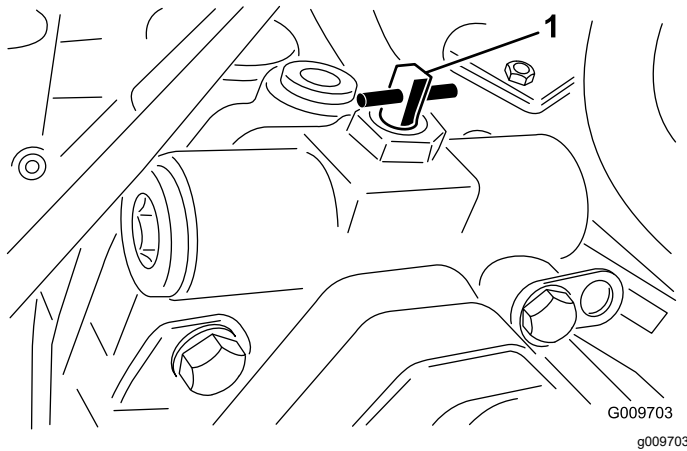

Figura 45
3. Gire la válvula de desvío 90° (¼ de vuelta) en cualquier sentido para abrirla y dejar pasar el fluido internamente (Figura 45).
2. Gire la válvula de desvío 90° (¼ de vuelta) en cualquier sentido para abrirla y dejar pasar el fluido internamente (Figura 45).